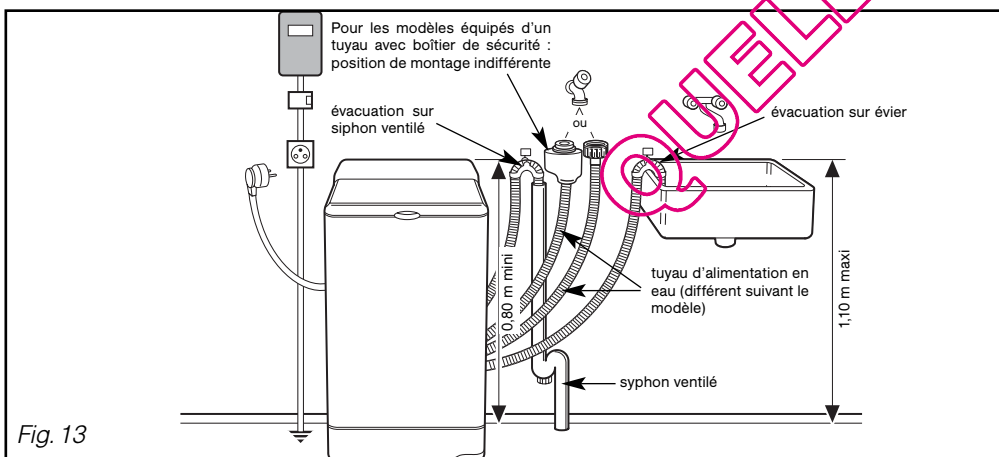

Fig. 13
• Alimentation en eau froide (Fig. 13) :
• Alimentation électrique (Fig. 13) :
• Evacuation des eaux usées (Fig. 13) :